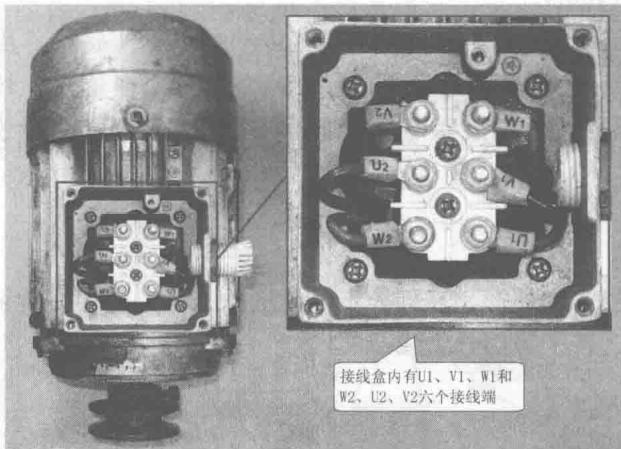
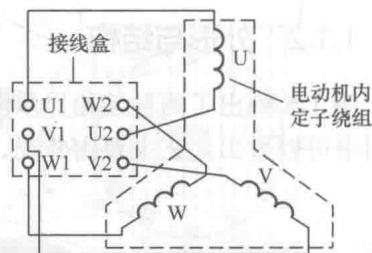

图 1-7 电动机接线盒内有六个接线端
图 1-8 接线盒各接线端与内部绕组的连接关系
① **定子铁芯**。定子铁芯通常由很多圆环状的硅钢片叠合在一起组成，这些硅钢片中间开有很多小槽用于嵌入定子绕组（也称定子线圈），硅钢片上涂有绝缘层，使叠片之间绝缘。
② 定子绕组。它通常由涂有绝缘漆的铜线绕制而成，再将绕制好的铜线按一定的规律嵌入定子铁芯的小槽内，具体见图 1-6 局部放大部分。绕组嵌入小槽后，按一定的方法将槽内的绕组连接起来，使整个铁芯内的绕组构成 U、V、W 三相绕组，再将三相绕组的首、末端引出来，接到接线盒的 U1、U2、V1、V2、W1、W2 接线柱上。接线盒如图 1-7 所示，接线盒各接线柱与电动机内部绕组的连接关系如图 1-8 所示。
三相异步电动机的定子绕组由 U、V、W 三相绕组组成，这三相绕组有 6 个接线端，它们与接线盒的 6 个接线柱连接。接线盒如图 1-7 所示。在接线盒上，可以通过将不同的接线柱短接，来将定子绕组接成星形或三角形。